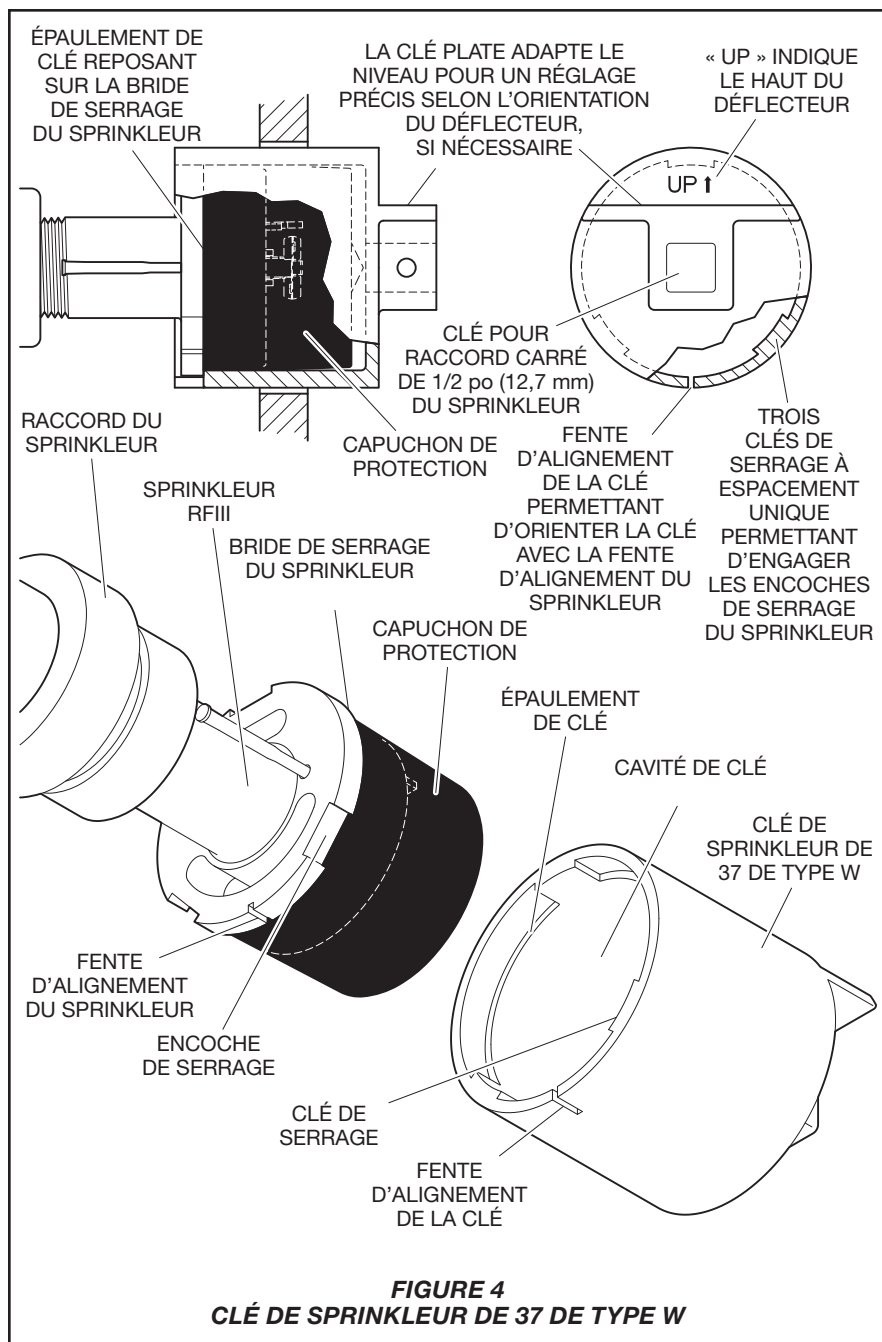

FIGURE 4
Étape 1 Le sprinkleur doit être installé impérativement avec sa ligne centrale perpendiculaire à la paroi murale arrière et parallèle au plafond. Utiliser une clé de 37 de type W pour l'installation. La clé contient une référence de surface plane extérieure qui est en corrélation avec l'orientation du déflecteur du sprinkleur. Le libellé « UP » (Haut) sur la clé d'installation doit être orienté vers le plafond pour assurer un alignement correct (Figure 4).
aligner la fente d'alignement du sprinkleur avec la fente d'alignement de la clé du sprinkleur de 37 de type W (voir la figure 4) et l'engager en insérant le sprinkleur dans la cavité de la clé, en faisant reposer l'épaulement de la clé entièrement contre la bride de serrage du sprinkleur. Visser à la main le sprinkleur dans le raccord du sprinkleur.
Étape 3 Une fois vissé à la main, fixer le raccord carré de 1/2 po (12,7 mm) du sprinkleur à la clé du sprinkleur (voir la figure 4), et le visser à l'aide de la clé pour assurer une étanchéité et un alignement corrects, en veillant à ce que les broches de guidage du déflecteur n'entrent pas en contact avec un corps étranger ou une quelconque surface.